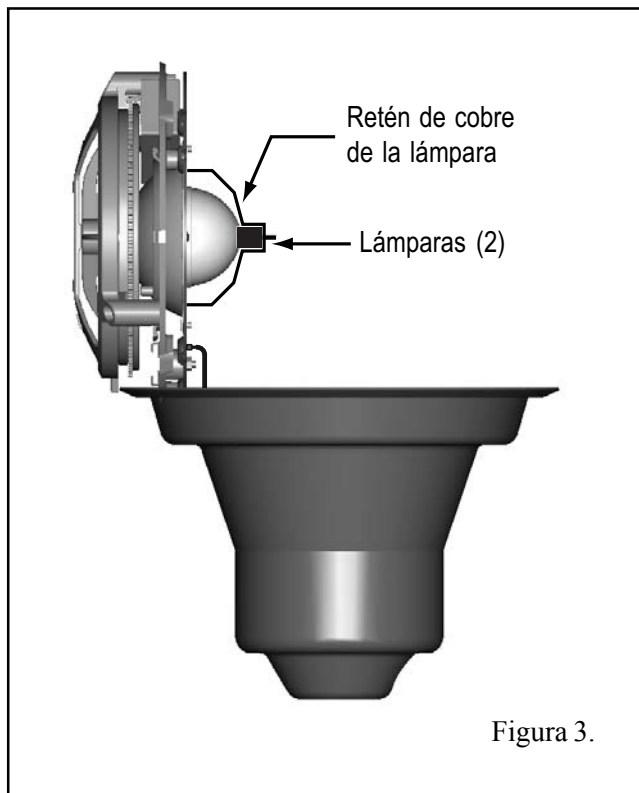

Figura 3.
- a. Con un destornillador para tuercas de 1/4", quite las tuercas de retención de la placa de la lámpara y colóquelas en un lugar seguro; véase la Figura 3.
- b. Levante el conjunto de rueda de colores/lámpara para separar los pernos y luego déle vuelta hacia arriba y apóyelo verticalmente en el artefacto para tener acceso a la lámpara; vea la Figura 3.